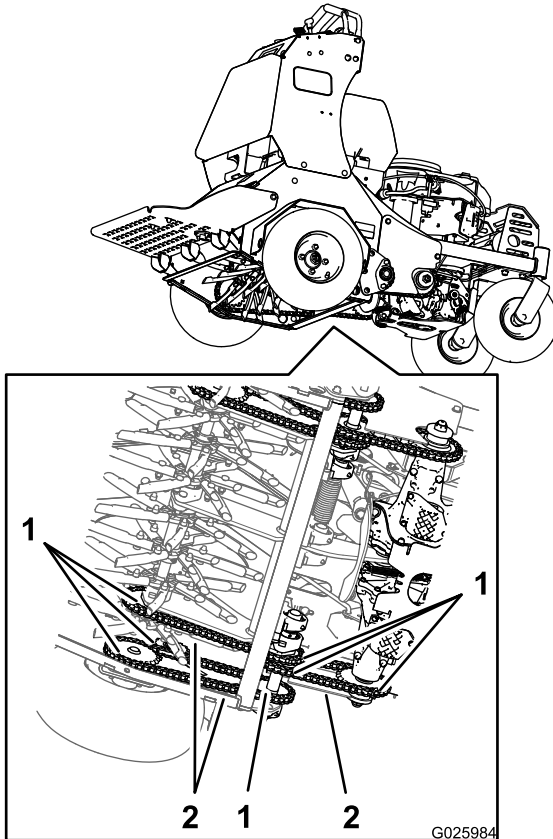

Figure 69
2. Vérifiez l'usure des pignons et remplacez-les au besoin (Figure 69).